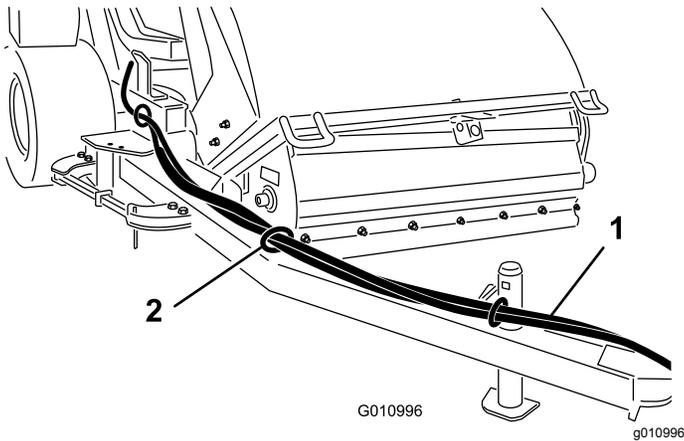

Bild 11
1. Verlegen Sie die Hydraulikschläuche und den Kabelbaum durch die Schlauchführungen vorne zur Anbauvorrichtung (Bild 11).